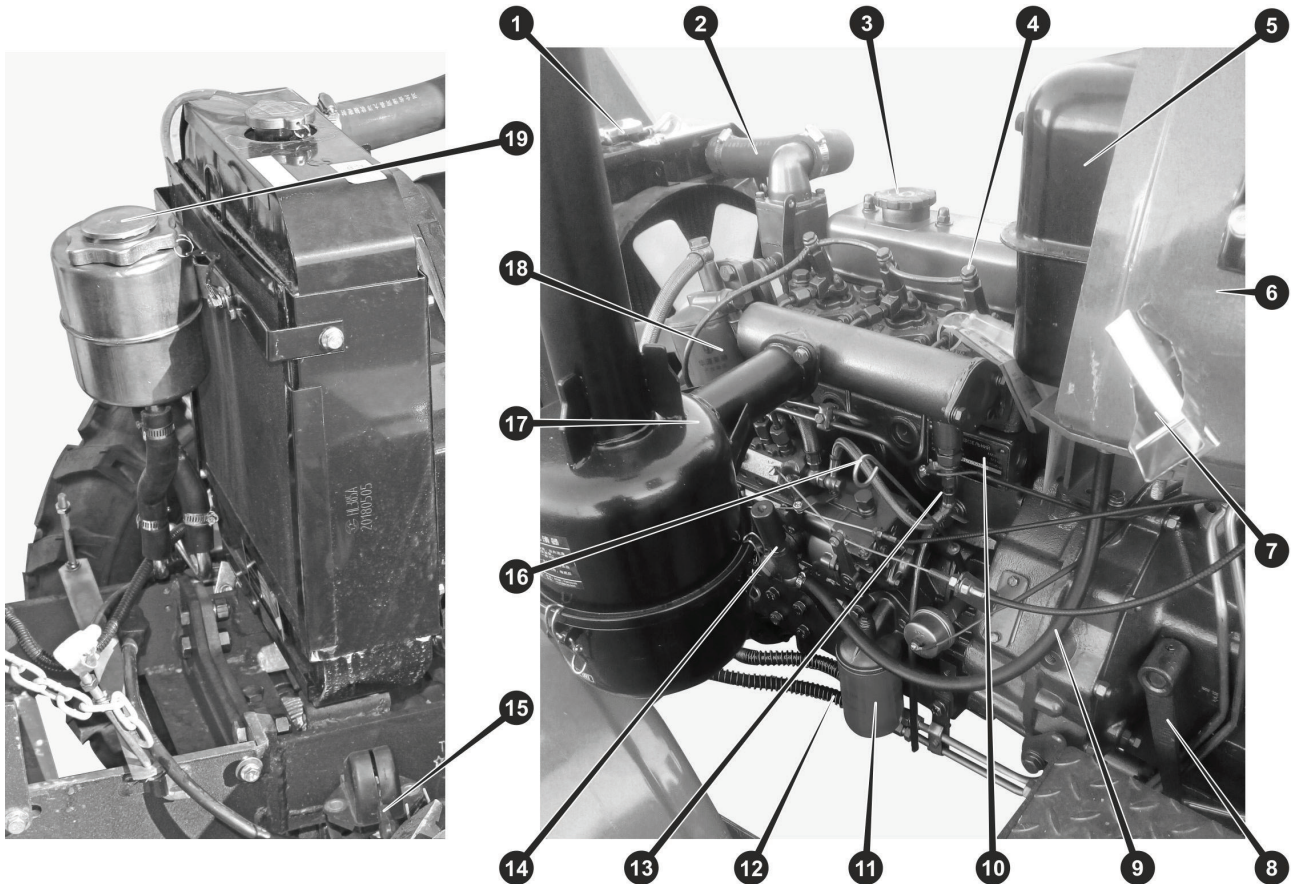

Рисунок 5. – Двигун KM385BT, вид зліва
Трактори обладнані системою очищення повітря з масляним інерційно-контактним повітряним фільтром. Очисник повітря встановлений з лівого по ходу руху трактора боку двигуна. З метою захисту фільтрувальних елементів фільтра повітря від попадання великої кількості пилу і бруду з-під коліс трактора, а також для уникнення попадання води при подоланні водних перешкод, повітрязабірник винесено на трубі на висоту більше 1,6 метра. Для полегшення пуску двигуна в холодну пору року на патрубку повітряного колектора двигуна встановлена електрофакельна свічка (13) (див. рис. 5.), керована з центрального перемикача («замка запалювання»).
Паливний бак встановлений у спеціальній захисній арці між двигуном і робочим місцем водія (див. рис. 5.). Заливна горловина паливного баку виведена в підкапотний простір. Але для заливки палива в паливний
У системі змащення є змінний масляний фільтр (див. рис. 5.), що очищує мастило від продуктів зносу рухомих частин двигуна і пилу, що потрапив у картер.